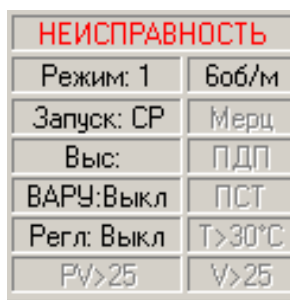

Рис. 4. Примеры отображения признаков
3. Признаки режимов и состояний. Отображаются в виде группы символов из букв и цифр. Отображение такой группы символов (например, КШ) означает, что соответствующий режим включен, или что РЛС находится в том или ином состоянии. Пример отображения признаков приведен на рис. 4.